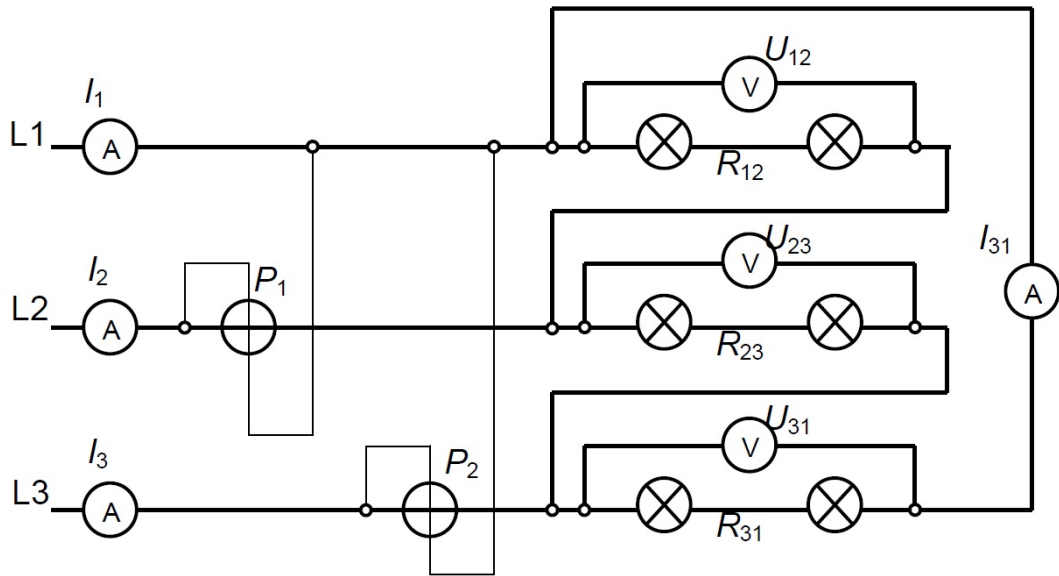

Abbildung 1: Messung der Wirkleistung mittels Aronschaltung an einem symmetrischen Verbraucher in Dreieckschaltung.
- Stellen Sie zunächst eine Dreieckschaltung mit symmetrischer ohmscher Last – je zwei Glühlampen (unterschiedlicher Leistung) pro Strang in Serie – am Drehstromnetz nach Abb. 1 her und bestimmen Sie die Verbraucherleistung in den einzelnen Strängen aus den gemessenen Strömen und Spannungen und für den gesamten Verbraucher aus den Leistungsmessgeräten in Aronschaltung.